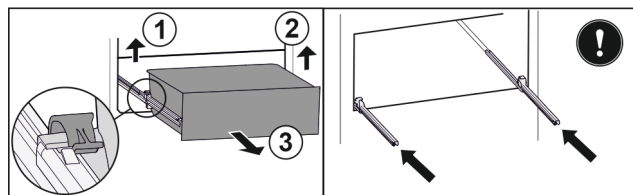

Fig. 146
- Zvedněte levou svorku a současně vytáhněte zásuvku vlevo dopředu. Fig. 146 (1)
- Zvedněte pravou svorku a současně vytáhněte zásuvku vpravo dopředu. Fig. 146 (2)
- Vyjměte zásuvku dopředu. Fig. 146 (3)